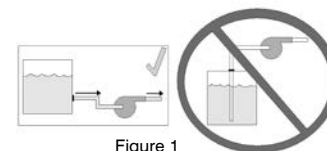

Figure 1
Your Little Giant pump is delivered to you pretested from the factory. In order to prevent damage to the ceramic impeller shaft during shipping, the impeller (item 4) has not been assembled within the pump head. The pump may be installed in any position. It may be mounted vertically with the pump head down. Proper plumbing connections should be made. See specification table to determine what size intake and discharge your pump has. Use a thread sealer on all pipe connections and hand tighten only. Note: a roll of PTFE pipe seal tape is supplied. Do not use a wrench to tighten the connections. Excessive force may damage the plastic part. Make sure the bolts are tight before operating the pump. The motor nameplate lists all data. Make sure the pump is wired according to diagram under wiring compartment cover. These pumps are not submersible. Operate the pumps only in the in-line mode. Do not put the units in liquid. Pump should be installed in a dry area and protected from splash. These pumps are not self-priming. IMPORTANT: These pumps must be installed so that the pump head (volute) is flooded before starting. That is, the inlet of the pump must be below the level of the surface of the liquid being pumped. (See Figure 1.)
Ces modèles ne sont cependant pas submersibles. Ne faire fonctionner les pompes qu'en série et ne pas les immerger. Elles devraient être placées dans un endroit sec à l'abri des éclaboussures. L'autoamorçage n'est pas disponible pour ces modèles. La pompe doit être installée de façon à ce que la volute soit remplie au moment de l'amorçage. Ne pas entraver son aspiration. S'assurer que les tuyaux utilisés pour l'aspiration sont du diamètre correspondant aux filets intérieurs de la prise d'aspiration. Si un débit plus faible est requis, réduire le refoulement et non l'aspiration (Fig. 1). La meilleure façon de réduire le débit d'une pompe est d'installer une vanne de sortie ou un dispositif semblable sur le tuyau de refoulement. Lorsqu'une telle vanne est utilisée, vous pouvez augmenter le régime de la pompe et ainsi obtenir la pression et le débit voulus sans en dommager le moteur ni les pièces de la pompe. Éviter d'installer la pompe où elle pourrait être claoussée ou arrosée.
Estas bombas no son sumergibles. Use las bombas sólo en el modo En-línea. No coloque las unidades en líquido. La bomba se debe instalar en un área seca y protegida contra salpicaduras. Estas bombas no son modelos autocebantes. Deben instalarse de tal manera que la cabeza de bombeo (voluta) se encuentre inundada al momento en que la bomba se ponga en marcha (Fig. 1). No restrinja el lado de la toma de la bomba. Las conexiones en el lado de la toma no deben hacerse con un tubo, manguera o tubería de diámetros interiores menores que el diámetro interior de toma según la designación de rosca de la toma. Si se requiere un flujo reducido, restrinja el lado de la descarga. El método apropiado para reducir el flujo de la bomba es la instalación de una válvula u otro tipo de dispositivo de restricción en el lado de la descarga. Cuando se use una válvula, el flujo de la bomba puede estrangularse a fin de proporcionar diversos niveles de flujo y presión sin dañar el motor ni las partes de la bomba.